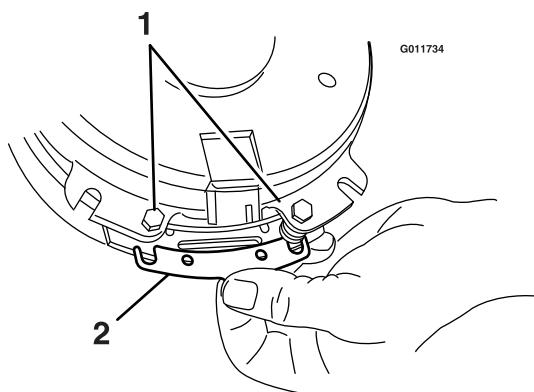

Figure 67
- A. Desserrez les boulons de fixation du frein d'un demi tour à un tour (voir Figure 67).